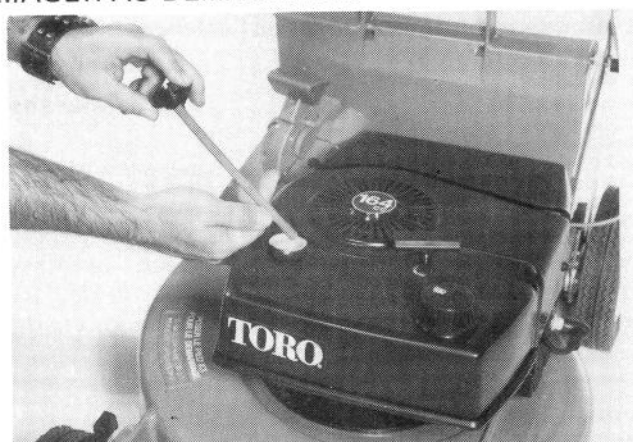

Figure 8
3. Enlevez la jauge de niveau d'huile en tournant le bouchon de 1/4 de tour vers la gauche (Fig. 8).
5. Essuyez le bout de la jauge et introduisez-la dans le goulot de remplissage. Tournez le bouchon de 1/4 de tour vers la droite. Retirez ensuite la jauge et vérifiez le niveau d'huile indiqué sur la jauge (Fig. 8). Si le niveau d'huile est bas, n'ajoutez que suffisamment d'huile pour amener le niveau à la marque "FULL" sur la jauge. N'AJOUTEZ PAS D'HUILE AU-DELÀ DE CETTE MARQUE CAR